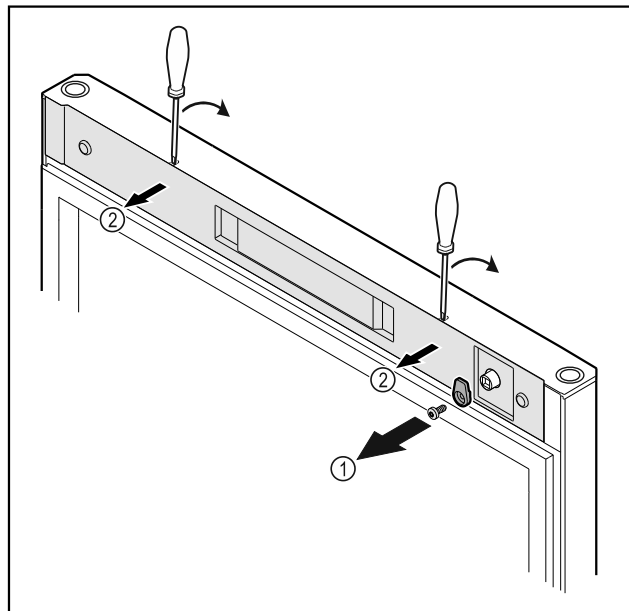

Fig. 22
- ▶ Odvrnite kuke za zatvaranje Fig. 22 (1).
- ▶ Odvojite poklopac Fig. 22 (2) malim odvijačem i skinite ga.